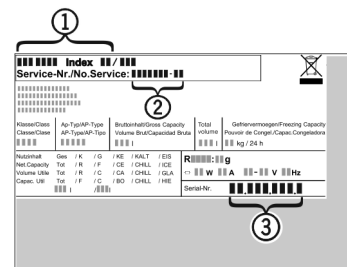

Fig. 11
- Z typového štítku odčítajte označenie zariadenia Fig. 11 (1), servisné č. Fig. 11 (2) a sériové č. Fig. 11 (3). Typový štítok je na ľavej vnútornej strane zariadenia.
- Upovedomte zákaznícky servis a oznámte chybu, označenie zariadenia Fig. 11 (1), servisné č. Fig. 11 (2) a sériové č. Fig. 11 (3).